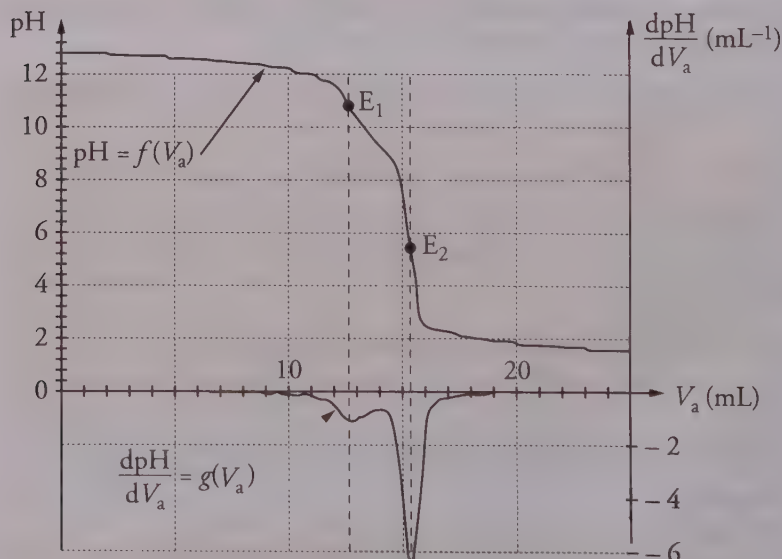

Figure 1
On obtient les graphes de la **figure 1** ci-dessous.
1. Justifier, à l'aide de la **figure 1**, le fait que l'indicateur coloré de l'expérience précédente a changé de couleur pour un volume $V_a = 15,0 \text{ mL}$. On admet que, lors du dosage d'une solution contenant un mélange d'ions hydroxyde et d'ammoniac par de l'acide chlorhydrique, ce dernier réagit d'abord avec les ions hydroxyde (ce qui correspond au premier